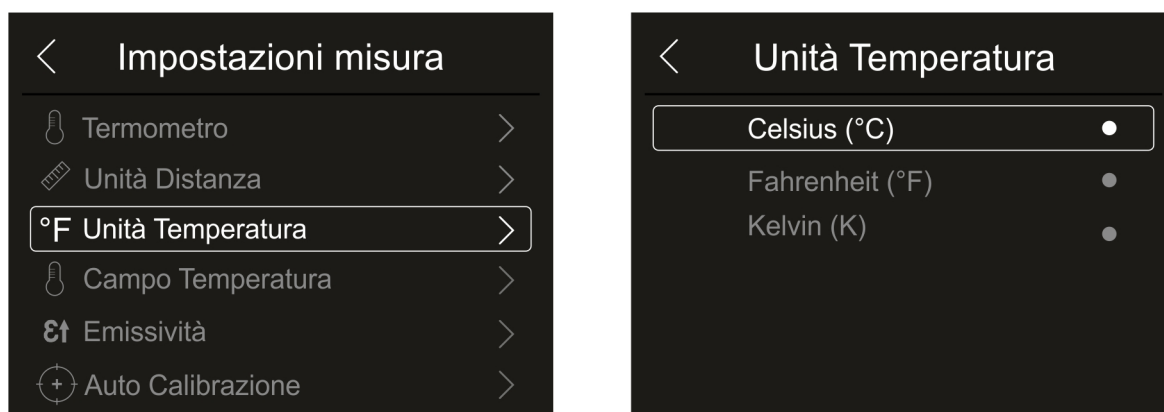

Fig. 26: Menu impostazione unità misura temperatura
1. Toccare la voce “Unità Temperatura” per eseguire l’impostazione dell’unità di misura della temperatura. La Fig. 26 – parte destra è mostrata: